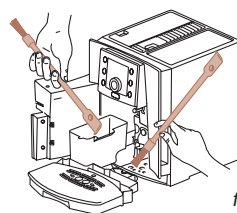

fig. 1
Svuotare e pulire accuratamente il contenitore fondi caffè, ogniqualvolta l'apparecchio lo segnala. In ogni caso, Vi consigliamo di effettuare questa operazione almeno **una volta alla settimana**, avendo cura di rimuovere tutti i residui di caffè che possono essersi depositati sul fondo, utilizzando lo **Spazzolino/spatola (F)** in dotazione (fig. 1).